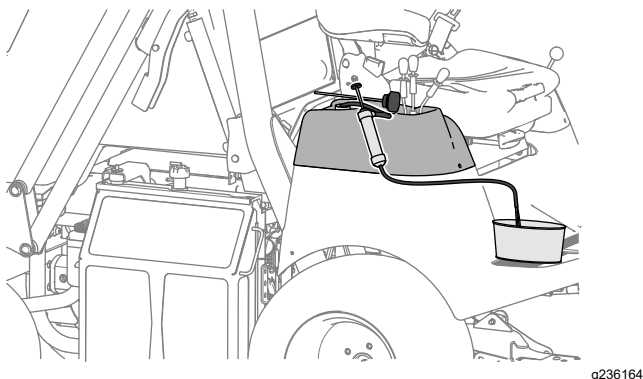

Figura 101
4. Usate una pompa a sifone per svuotare il serbatoio idraulico (Figura 101).